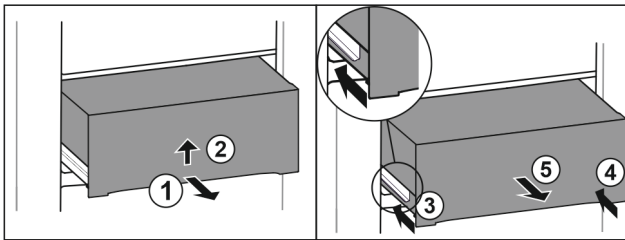

Fig. 50
- ▶ Schubfach halb herausziehen. Fig. 50 (1)
- ▶ Schubfach an der Unterseite anheben. Fig. 50 (2)
- ▶ Linke Schiene einschieben. Fig. 50 (3)
- ▶ Rechte Schiene einschieben. Fig. 50 (4)
- ▶ Schubfach nach vorne entnehmen. Fig. 50 (5)